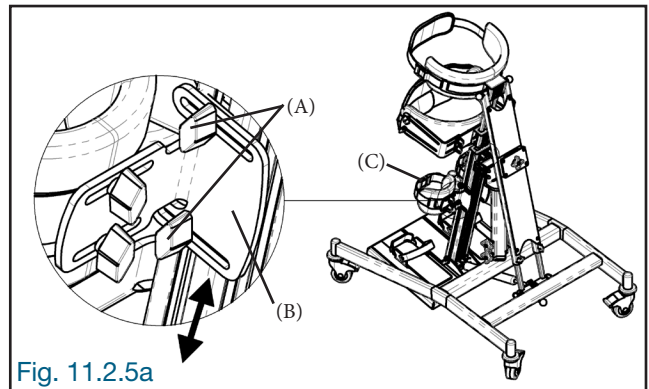

Fig. 11.2.5a
Dévisser les boutons de blocage (A) du support (B) de la butée de genou (C), ajuster en hauteur les butées de genou (C) puis bien resserrer fermement les boutons de blocage (A) (Fig. 11.2.5a).